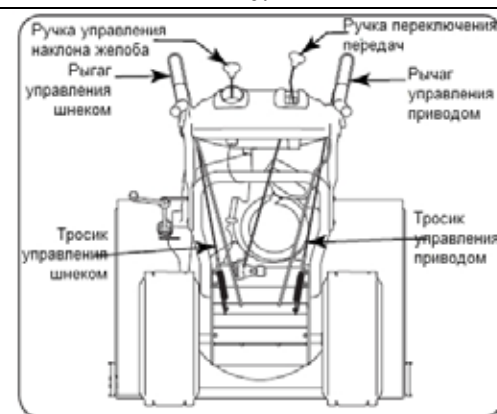

Рис. 13
1. Когда рычаг управления шнеком отпущен и находится в разомкнутом верхнем положении, тросик управления шнеком должен иметь небольшое провисание. Он НЕ должен быть туго натянут (См. Рис. 13).
1. При выключенном двигателе переместите ручку переключения скоростей в положение F6 (См. Рис.13).